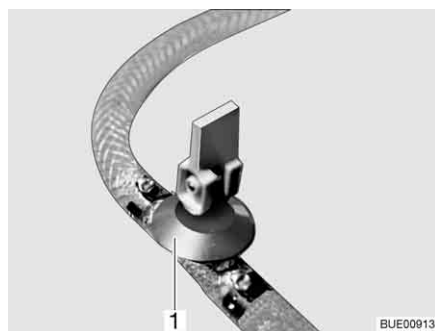

Fig. 142 Rubinetto di scarico
- Chiudere il rubinetto/i rubinetti di scarico. A questo scopo posizionare orizzontalmente la leva a bilanciere (Fig. 142,1).
- Aprire il rubinetto/i rubinetti di scarico (Fig. 142). A questo scopo posizionare verticalmente la leva a bilanciere (Fig. 142,1). Il boiler viene svuotato verso l'esterno.